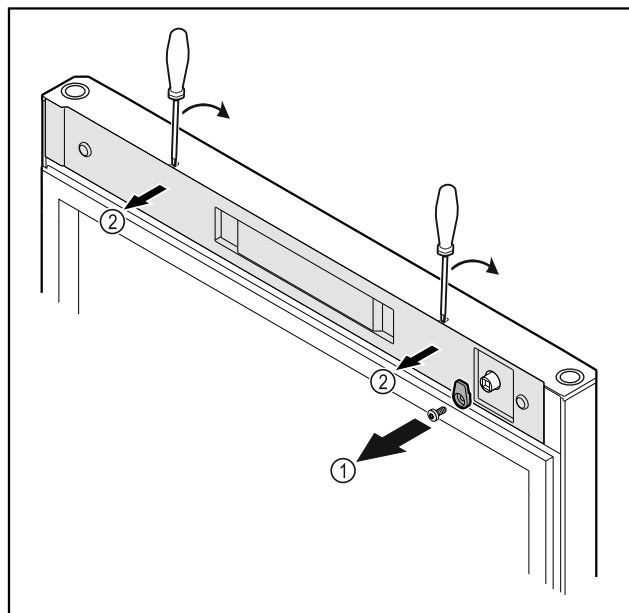

Fig. 16
- Skru av lukketappen Fig. 16 (1).
- Vipp dekselet Fig. 16 (2) ut av stilling med en liten skru-trekker, og ta det av.